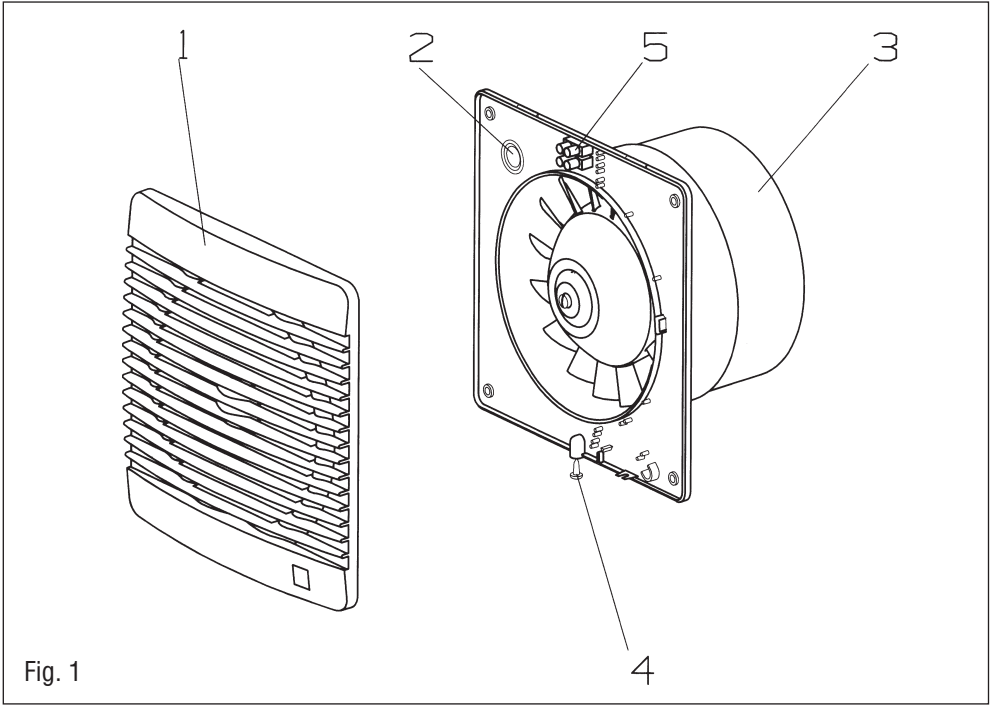

Fig. 1
Budowa wentylatora (Fig. 1):
- Fig. 1: